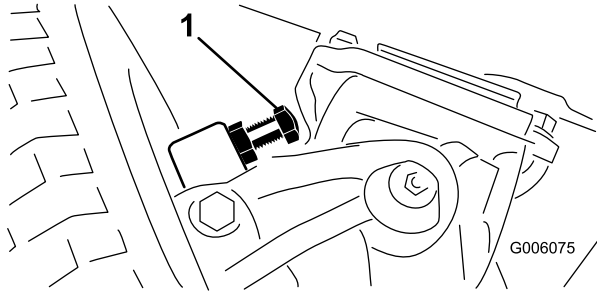

Figura 60
1. Aperte ou desaperte as cavilhas até alcançar uma folga de 2,3 mm (Figura 60).